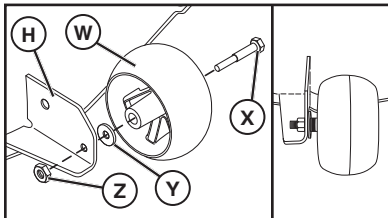

Fig. 5
## 2. ARME LA RUEDA CALIBRADORA DELANTERA (W) EN LA PARTE DELANTERA DE LA CORTADORA DE CÉSPED (Vea Fig. 5)